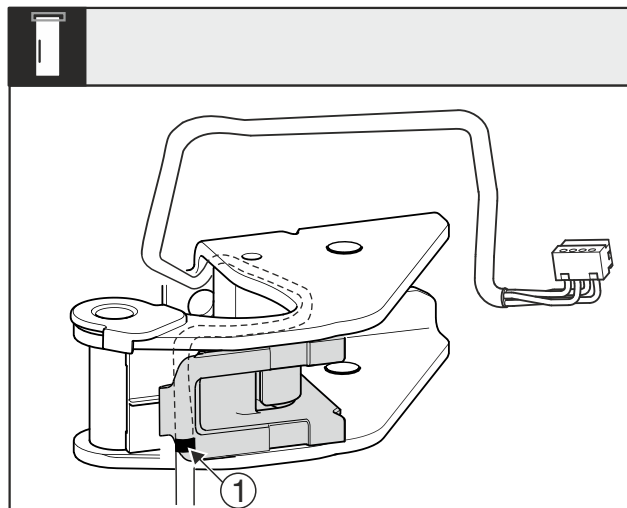

Fig. 32
- Prostřední značka Fig. 32 (1) přitom musí být na hraně držáku kabelu.